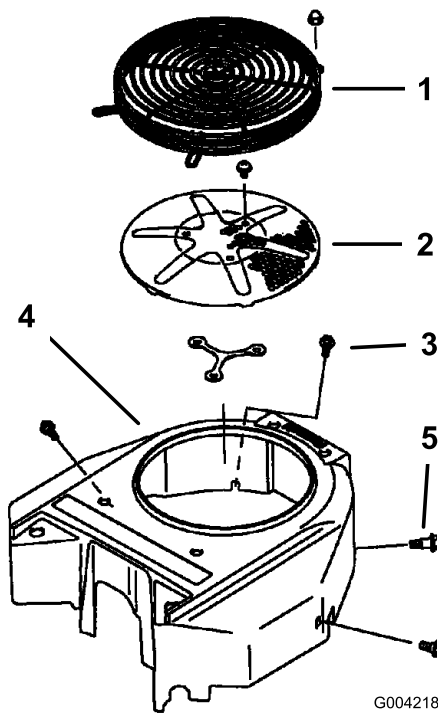

Figura 89
3. Retire la rejilla de entrada de aire, el arrancador de retroceso y la carcasa del ventilador (Figura 89).
5. Instale la rejilla de entrada de aire, el arrancador de retroceso y la carcasa del ventilador (Figura 89).